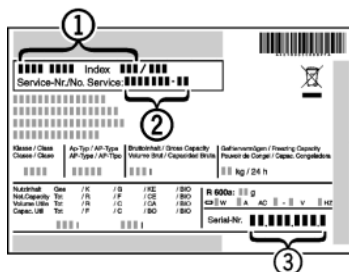

Fig. 22
- ▶ Считать обозначение устройства Fig. 22 (1), сервисный номер Fig. 22 (2) и серийный номер Fig. 22 (3) с заводской таблички. Заводская табличка находится внутри устройства слева.